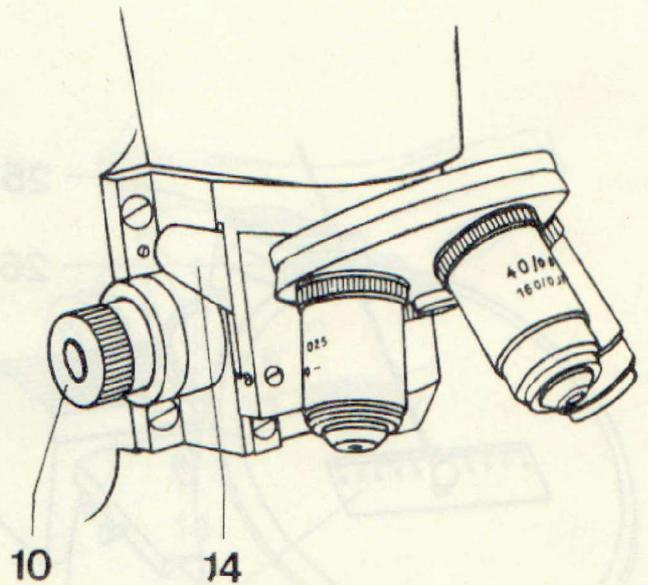
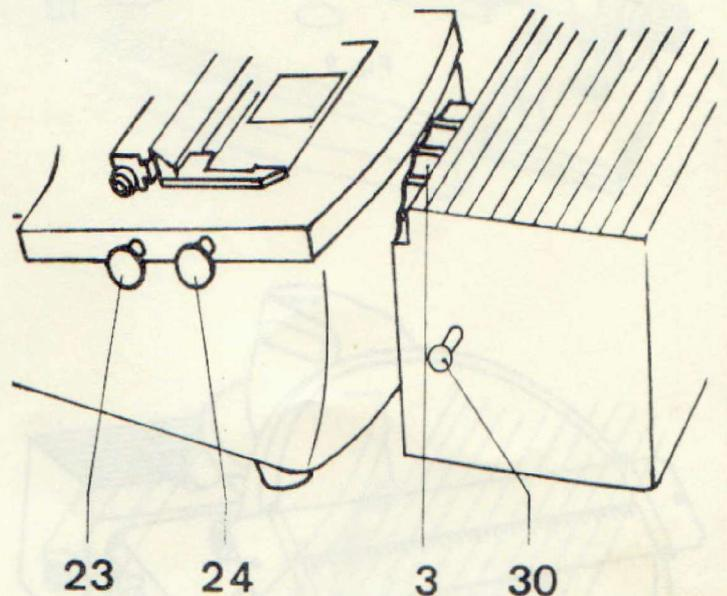

Fig. 7
Fig. 8
Lampe mit Stufentransformator einschalten. Das schwächste der vorhandenen Objektive (z.B. Plan 4/0,10) einschalten. Durch Einschieben des Knopfes (24/ Fig. 8) bis zum Anschlag, die Frontlinse des Beleuchtungssystems einschalten, Schiebemattglas (30) ausschalten. Durch Höhenverstellen des Objektivs mit Hebel (14/ Fig. 7) bzw. Verstellen des Lampenkollektors mit Stellrad (3) das Bild des Lampenwendels auf der Mattscheibe abbilden.
Das Schiebemattglas wird mit Stift (30/ Fig. 8) ein- oder ausgeschaltet; man erhält damit, insbesondere bei Verwendung schwacher Objektive, eine gleichmäßigere Ausleuchtung der Mattscheibe.